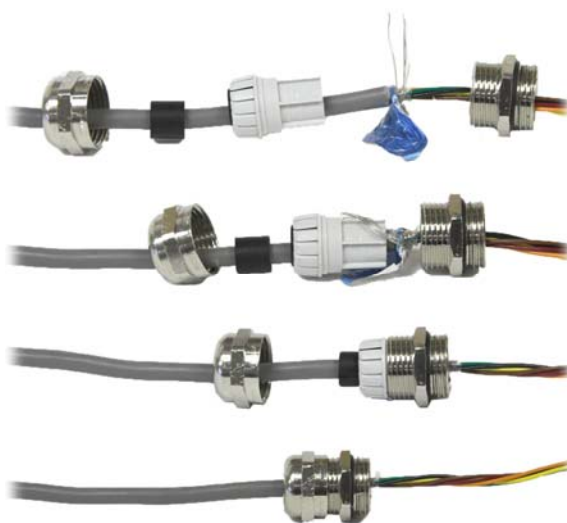
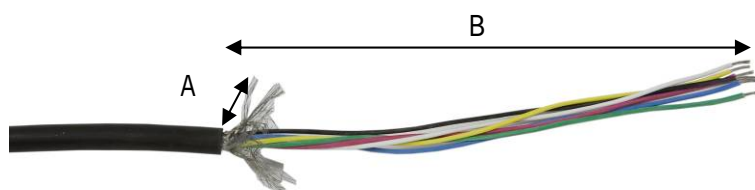

Figura 2-28: Messa a terra dello schermo del cavo
Figura 2-35: preparazione del cavo della cella di carico
- La schermatura del cavo deve essere messa a terra verso l'involucro distendendo i cavi dello schermo come illustrato nella parte superiore della Figura 2-28, quindi riavvolgendoli sul componente in plastica del pressacavo prima di premerlo nel corpo filettato.
Preparare le estremità di ciascun cavo della cella di carico, come mostrato in Figura 2-35 e in Tabella 2-4. Verificare che lo schermo sia collegato al pressacavo, come illustrato in Figura 2-28.
Preparare le estremità di ciascun cavo della cella di carico, come mostrato in Figura 2-39 e in Tabella 2-5. Verificare che lo schermo sia collegato al pressacavo, come illustrato in Figura 2-28.